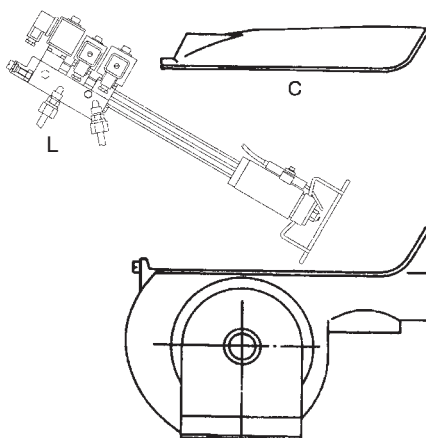

Рис. 18
- снять, проверить и очистить головку сгорания (см. Рис. 18), при последующей установке на место тщательно соблюсти все размеры, указанные на странице 21;